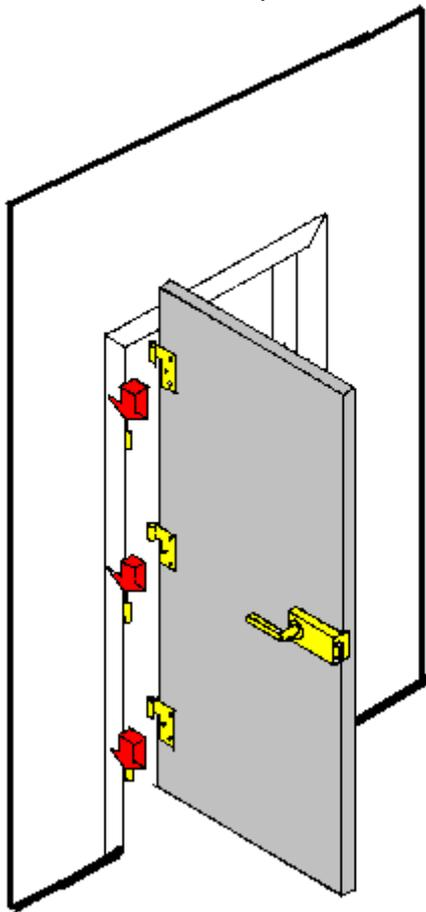

Figura 1 – Porta e Batente.
**1.3** Para as portas com 2,10 m de altura, a instalação do batente deve ser executada com o nível de 2,11 m do piso acabado ao rebaixo do batente. (figura 1);
**a.** Ao fixar o batente, não torça as colunas para evitar um mal fechamento da porta. Batentes torcidos podem impossibilitar a fixação das portas. (figura 1);